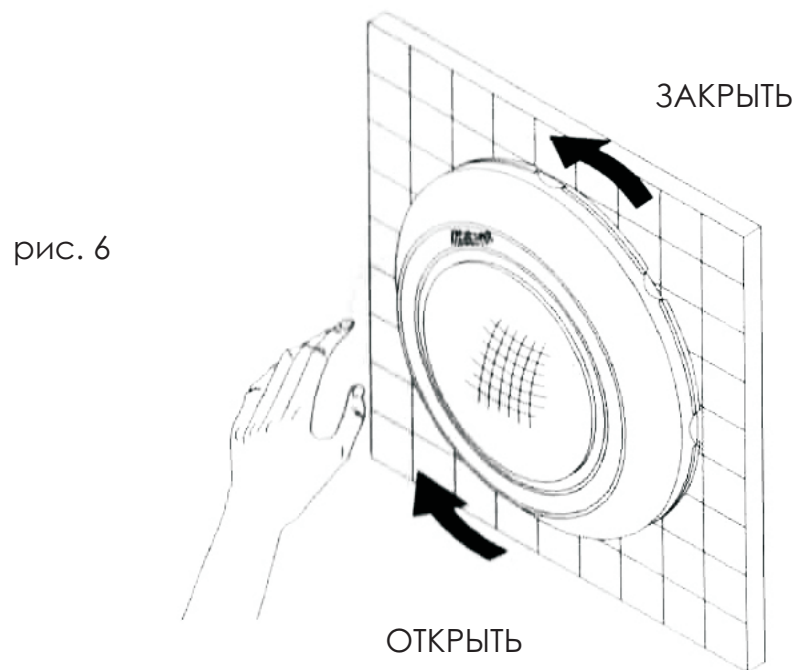

рис. 6
6. Наденьте крышку на экран и поверните ее в направлении CLOSE, как показано на рис.6, с.9 (против часовой стрелки).
Чтобы заменить лампу, необходимо повернуть крышку и снять экран в направлении OPEN, как показано на рис. 6, с.9.